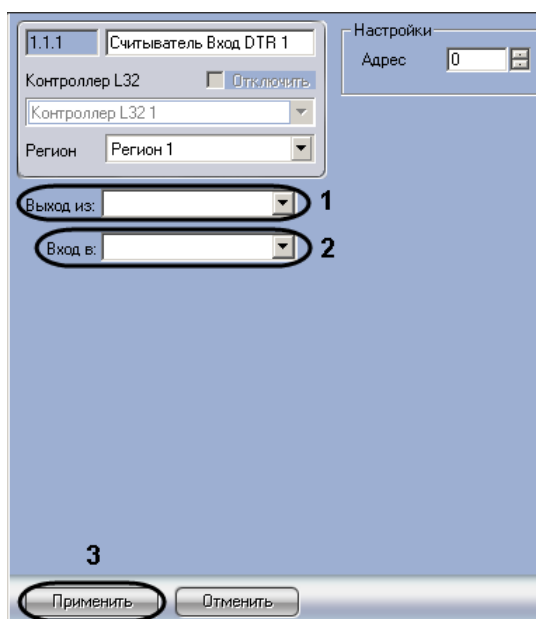

Рис. 3.3—7 Настройка считывателя на вход
2. Из раскрывающегося списка **Выход из** выбрать название объекта **Раздел**, соответствующего территории, расположенной со стороны входа через данный считыватель (см. Рис. 3.3—7, 1).
3. Из раскрывающегося списка **Вход в** выбрать название объекта **Раздел**, соответствующего территории, расположенной со стороны выхода через данный считыватель (см. Рис. 3.3—7, 2).